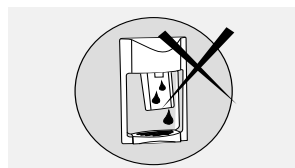

Figura 45
- Solo retire el tanque dispensador hasta que no haya flujo de agua por la válvula (figura 45)